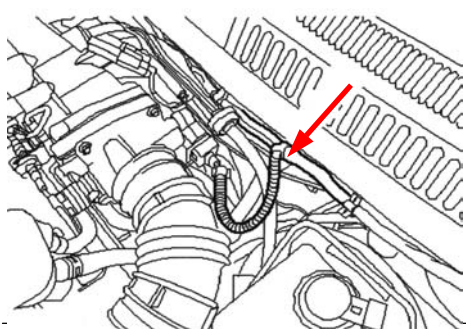

Fig. 5
- Avvolgere il cavo con del nastro isolante e inserirlo nel fascio cavi principale (fig. 5).